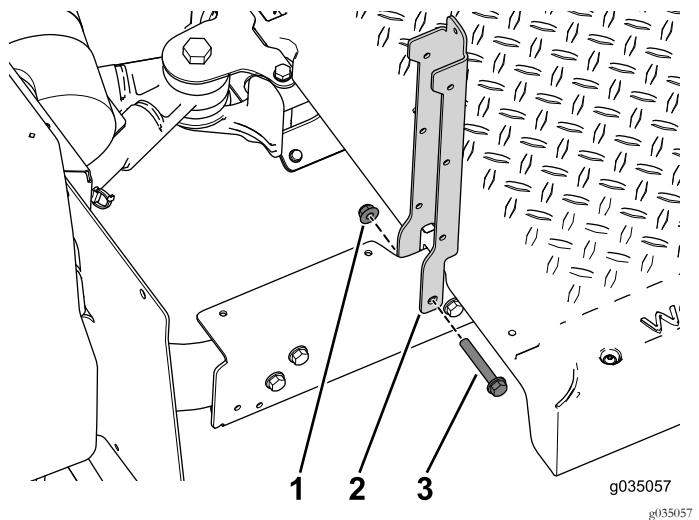

图38
2. 使用 2 个螺栓  $3/8 \times 2-1/2$  英寸和凸缘螺母将座椅支架固定到机器的后部 图38。